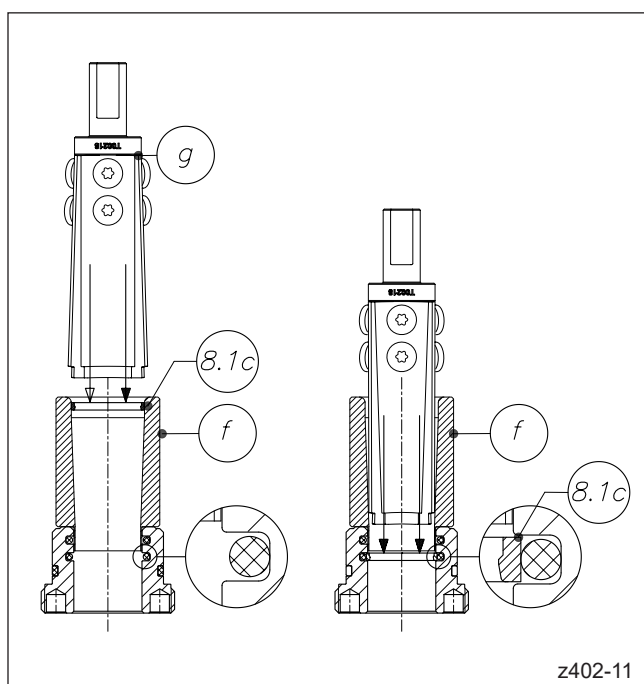

Abbildung 130: Gleitring mit dem Einpressdorn einschieben
13. Einführbuchse mit langem Bund (Pos. f) auf den Gehäuseschraubdeckel setzen und den unteren Gleitring (Pos. 8.1c) mit dem Einpressdorn (Pos. g) einschieben. Achtung: Orientierung des Gleitringes beachten (vgl. Abbildung 130).